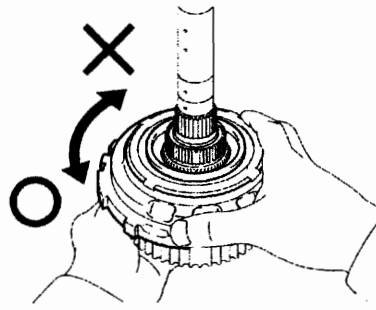

图 12-1-51
(57) 检查 3 号单向离合器总成。如图 12-1-51 所示, 固定住后行星齿圈法兰总成, 并转动单向离合器总成, 单向离合器总成应逆时针转动自如, 顺时针不能转动。